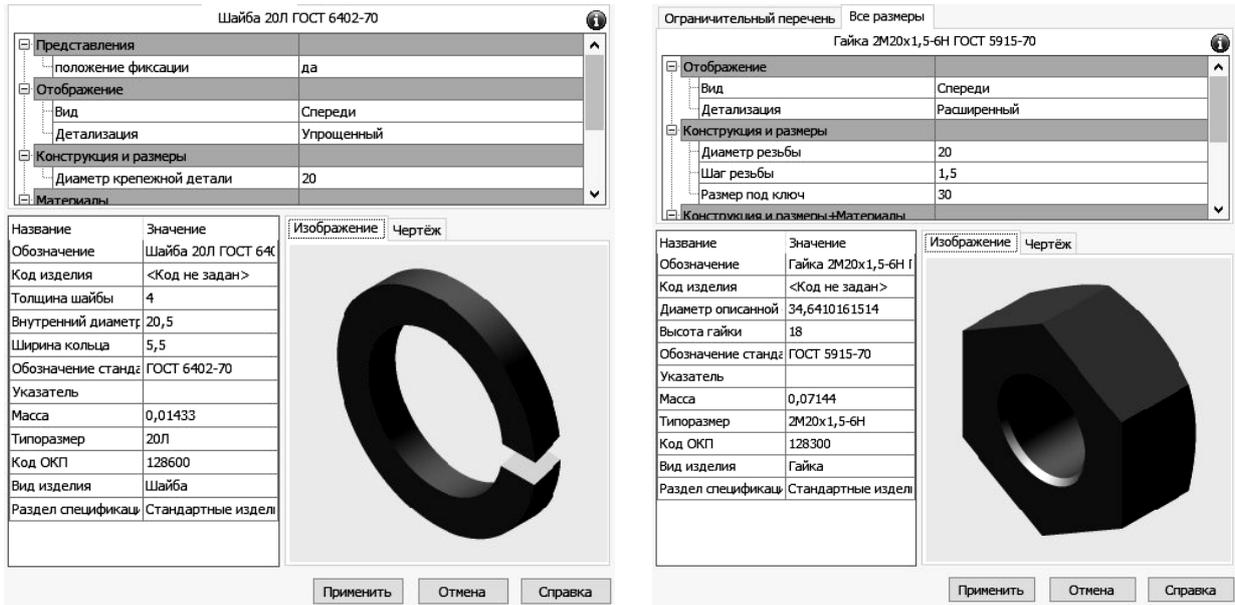

Рисунок 5.16 – Параметры для выбора шайбы и гайки
11) вставьте из библиотеки *Легкая пружинная шайба ГОСТ 6402-70 (исп. 1)* и *Гайка ГОСТ 5915-70 (исп. 2)* с соответствующими параметрами (рисунок 5.16);